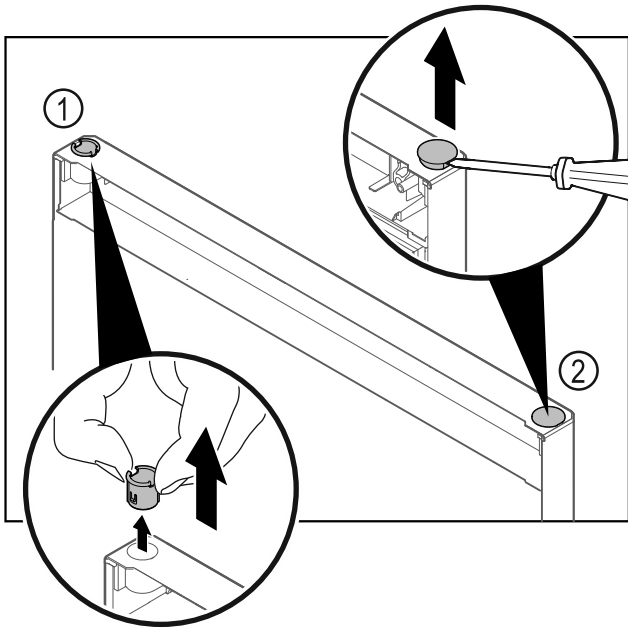

Fig. 28 Porte de la partie réfrigérateur
- Retirer la bague Fig. 28 (1) avec les doigts.
- Soulever délicatement le bouchon Fig. 28 (2) avec un tournevis plat et le retirer.